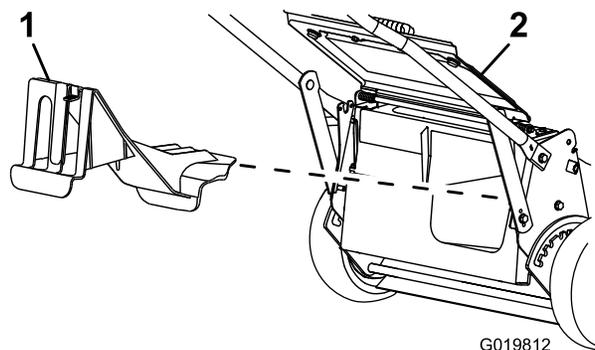

Figure 18
- Si l'obturateur d'éjecteur arrière n'est pas en place, saisissez-le par la poignée, soulevez le déflecteur arrière, et insérez-le dans l'éjecteur arrière jusqu'à ce que le verrou s'enclenche ; voir Figure 18.
2. Déposez l'obturateur d'éjection arrière en appuyant sur le verrou avec le pouce et en tirant sur l'obturateur pour le sortir de la machine (Figure 18).